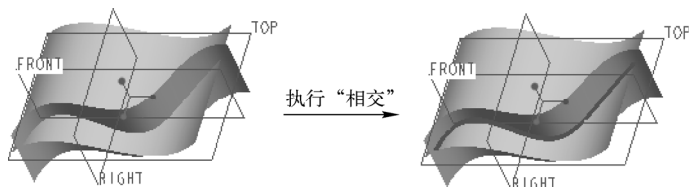

图 5-131 通过两相交曲面创建曲线
- 3) 在功能区的“模型”选项卡的“编辑”组中单击（相交）按钮，即可在所选的两个对象相交处创建相交曲线。通过两相交曲面创建曲线的示例如图 5-131 所示。